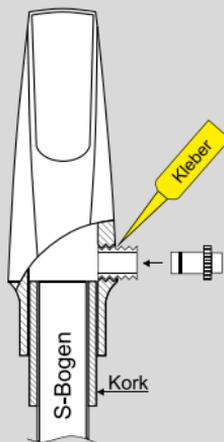

Abb. 5
- 9 Hülse in das Gewinde maximal innen bündig mit dem Mundstück eindrehen (wir empfehlen sicherheitshalber 1 mm zurückgesetzt) und Kleber aushärten lassen (Abb. 5).